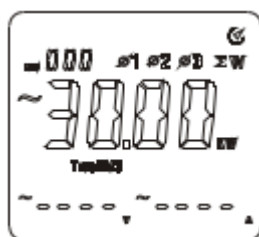

Figura 8-7
- Como muestra la figura 8-7, la potencia aparente total de las tres fases puede ser mostrada presionando la tecla “SELECT”.